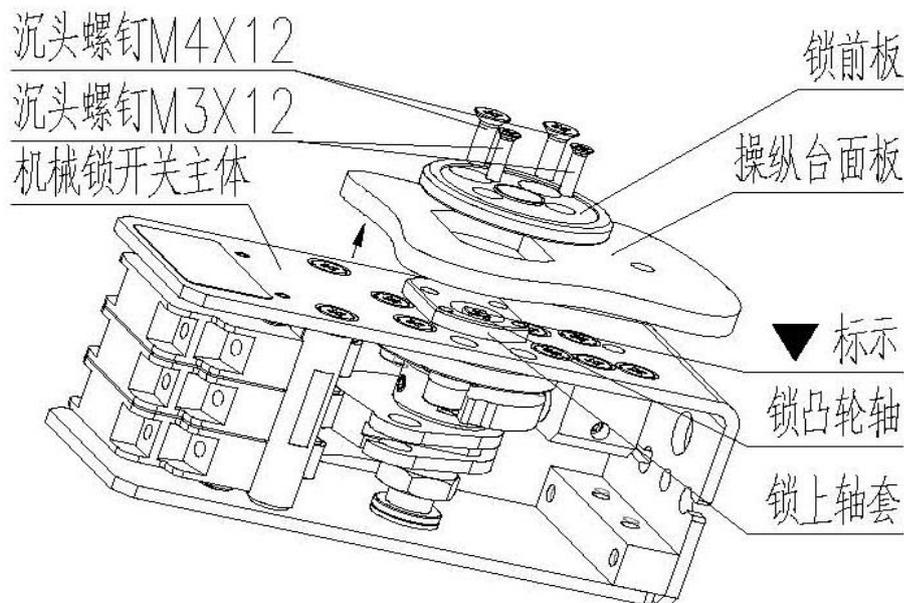

图6：机械锁开关安装示意图
2. “机械锁开关”向操纵台上安装。安装示意图如附图6.
- ① 安装时，首先拧开2个“M3X12沉头螺钉”和2个“M4X12沉头螺钉”，将“锁前板”拆下；
- ② 将“机械锁开关主体”从操纵台后方（沿箭头方向），穿过操纵台开孔。